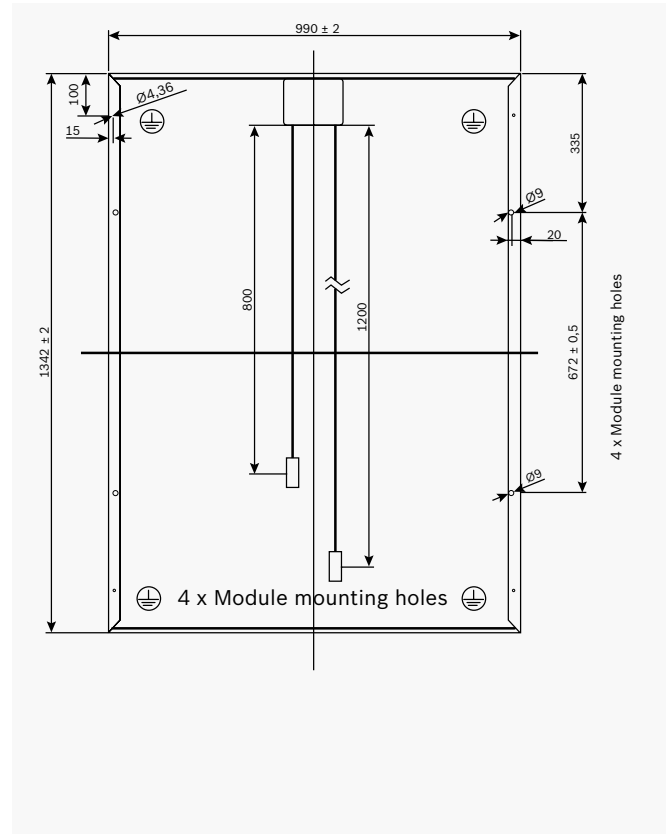

Figure 2 : arrière c-Si M 48, c-Si M 48 S, fabricant 23
- ▶ Respecter les zones de fixation représentées dans les **figures 2 et 3**.